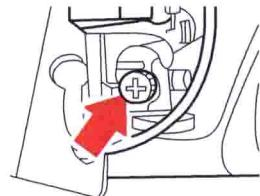
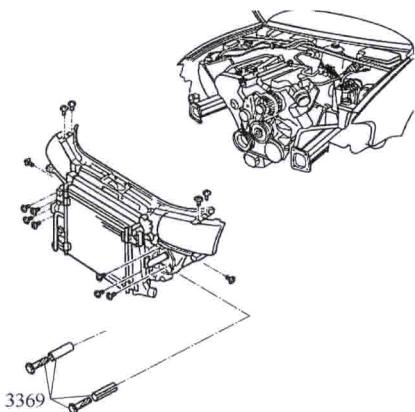
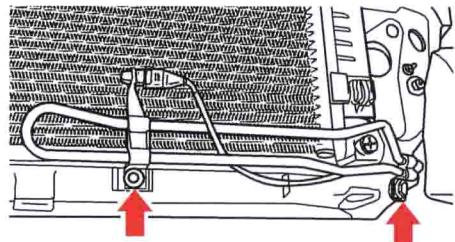

图 3-2 排放螺塞
图 3-3 散热器支架
图 3-4 助力转向液压油冷却管
1) 首先清洁发动机舱，拆下蓄电池负极线，按照《维修手册》将前保险杠、冷凝器和散热器支架拆下，拆下空气滤清器总成盖板、吸气口、两前照灯插头、两转向灯、前盖拉索和前保险杠固定螺钉，取下下隔音板，拔下前雾灯插头，卸下前保险杠，并安置在规定位置。在冷却液无压力状态下打开膨胀罐盖、逆时针拧下图 3-2 箭头所示的散热器排放螺塞，如有需要，可接上辅助软管，排出冷却液于收集盘 VAG 1306 中；拔下冷却液侧接头、散热器上下冷却液软管、涡轮增压器进气管接头、空调压缩机处接头和空调压力开关插头，拆下散热器支架（图 3-3）固定螺栓，安装定位销 3369，松开冷凝器固定销，取下支架，将冷凝器上移且向侧面移动，并用金属丝将其固定在右前轮上；从支架上松开车外温度传感器。拧下助力转向液压油冷却管（图 3-4），并将其放在一旁；不打开液压油管路。取下散热器支架，并置于规定位置。